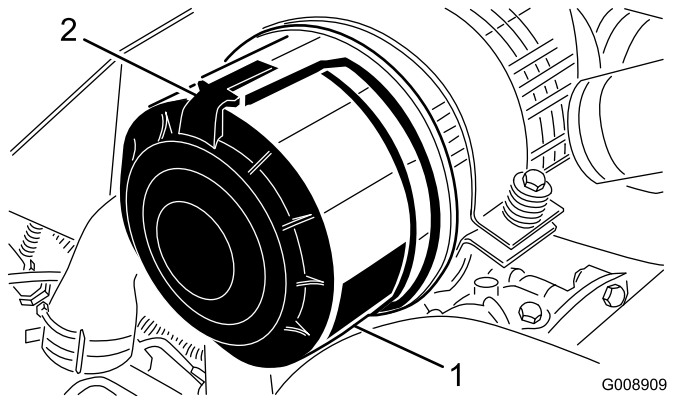

Figura 51
1. Liberte os trincos que fixam a cobertura do filtro de ar ao respectivo corpo (**Figura 51**).